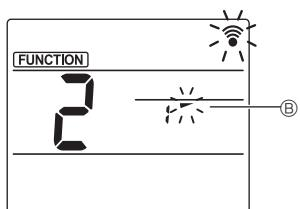

Fig. 3-3
- ③ Impostazione dell'angolazione deflettore (Fig. 3-3)